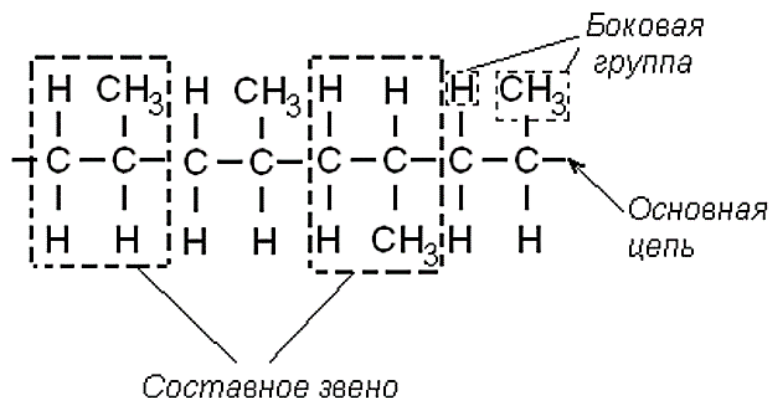

Рис. 1. Схема строения линейной макромолекулы полимера
1. Установить связь состава и структуры материалов на основе полимеров (рисунок 1, 2) с физико-механическими, технологическими и эксплуатационными свойствами полимеров (таблица 1). Обосновать свой выбор.
Установить связь состава и структуры материалов на основе полимеров (рисунок 1, 2) с физико-механическими, технологическими и эксплуатационными свойствами полимеров (таблица 1). Обосновать свой выбор.